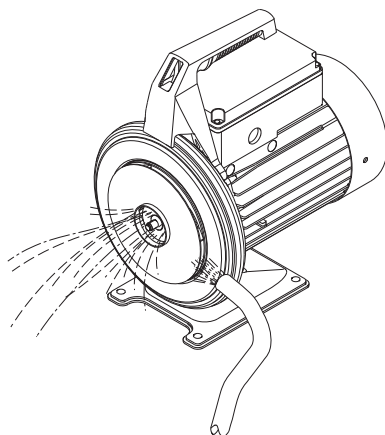

Fig. 7 Pulizia della girante
3. Rimuovere la vite (pos. 93) e il morsetto (pos. 92) che trattengono la camicia della pompa (pos. 16).
4. Separare la camicia della pompa (pos. 16) dalla lanterna con un cacciavite e rimuoverla.
5. Rimuovere l'eiettore (pos. 14) dalla camicia della pompa.
7. Controllare che la girante (pos. 49) non sia sporca. Se lo è, pulire la girante (senza smontarla) utilizzando una spazzola morbida o un getto di acqua. Vedi fig. 7.